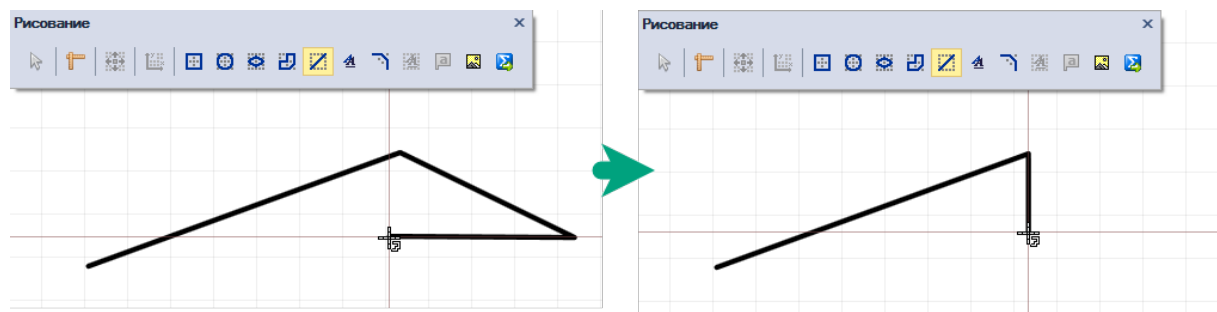

Рис. 357 Отмена размещения сегмента
- Для отмены размещения последнего зафиксированного сегмента линии необходимо, не завершая работу с инструментом, нажать Backspace или «Удалить последний сегмент» в контекстном меню, см. Рис. 357.